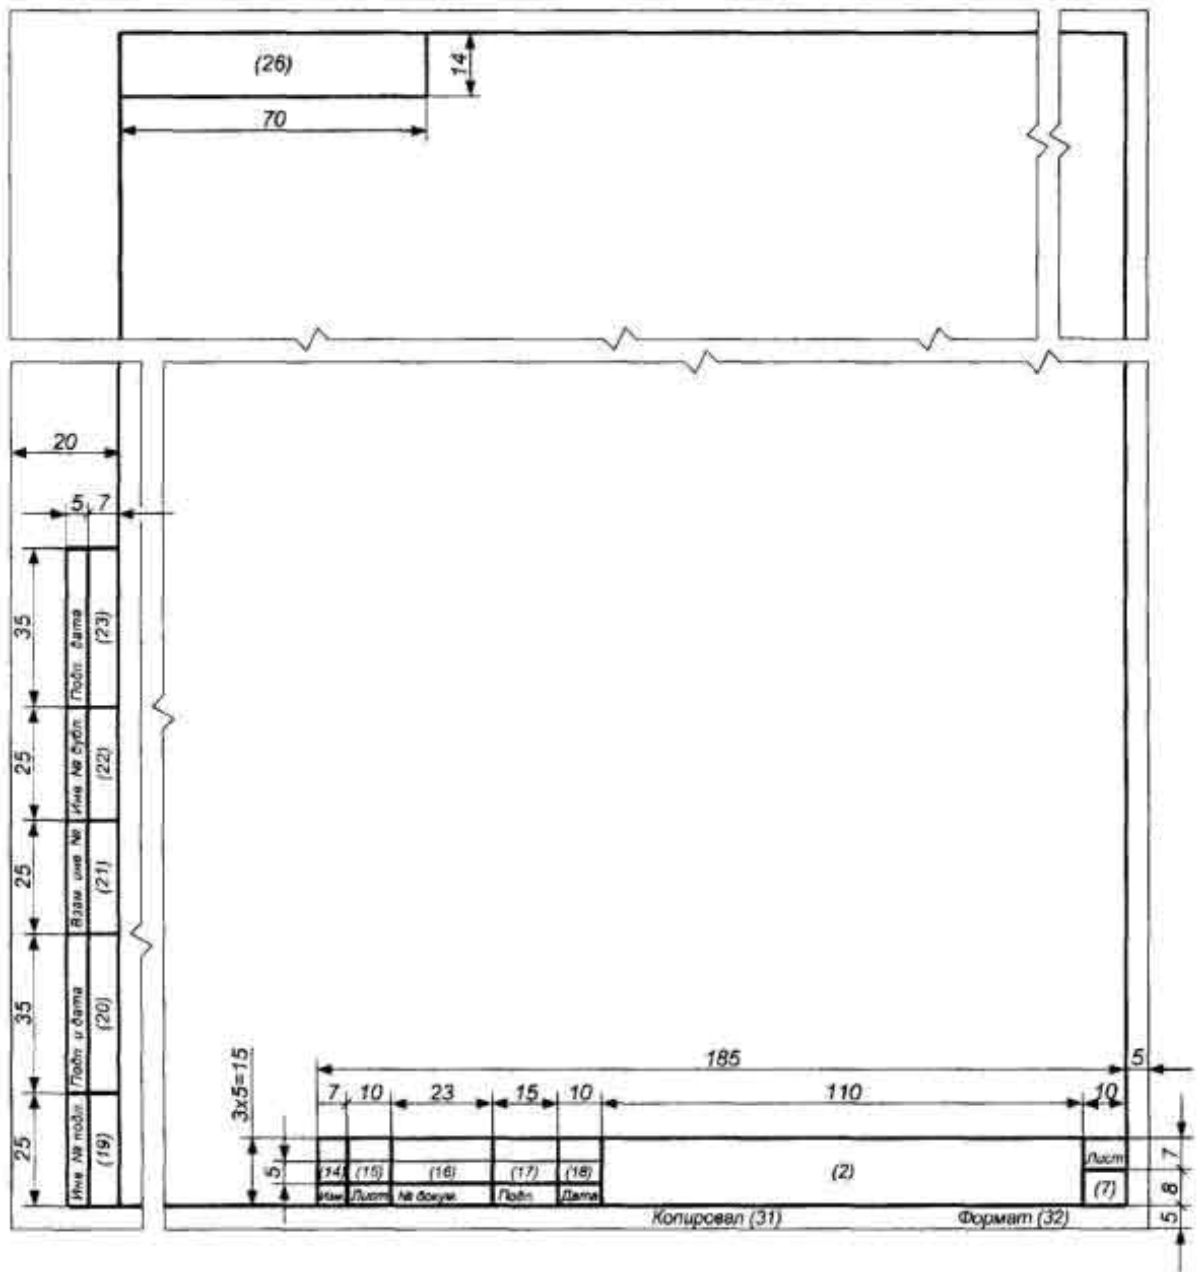

Рис. 128. Основная надпись для второго листа чертежа
12. В слое Mechanical 2 начертить рамку с основной надписью для второго листа чертежа печатной платы в соответствии с ГОСТ 2.104-2006 «ЕСКД. Основные надписи» по форме 2а «Основная надпись и дополнительные графы для чертежей (схем) и текстовых конструкторских документов (последующие листы)». Сначала надо включить слой Mechanical 2. Для удобства копирования и вставки – установить шаг 5 мм. Далее выделить любую линию рамки (1го листа) в слое Mechanical 16 (черного цвета). Нажать правую кнопку мыши и выбрать Find Similar Objects и установить опции так, как показано на Рис. 126, затем нажать ОК. В открывшейся панели PCB Inspector выбрать слой Mechanical 2. Нажать в рабочем поле правую кнопку мыши и выбрать Copy, затем выбрать точку привязки (например, левый верхний угол рамки). Снять выделение, выполнить откат 1го действия (Undo). Вставить рамку из буфера, нажав клавишу X (для зеркализации), выровняв рамку относительно исходной (т.е. совместить левые верхние углы исходной и вставляемой рамок). Нажать клавишу L и, с помощью All Layers Off, установить видимость слоев так, как показано на Рис. 127. Редактировать изображение в соответствии с Рис. 128 (зеркально), в т.ч. добавить десятичный номер в двух местах. Обозначить, что это вид А. Включить все слои.